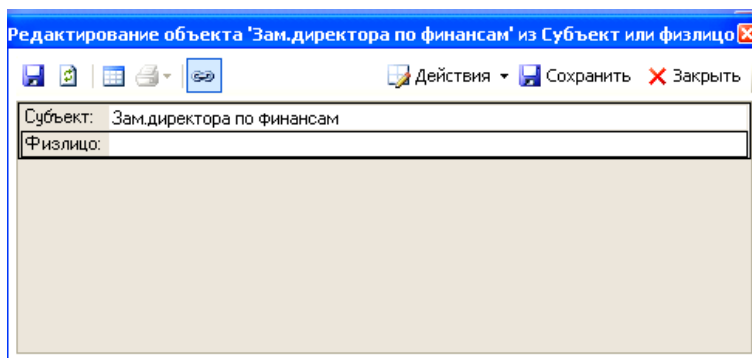

Рисунок 65 – Окно редактирования параметров (свойств) субъекта, контролирующего показателя
4.5.4. В окне свойств показателя в списке контролирующих лиц выделите должность *Зам. директора по финансам*. Используя кнопку выбора , откройте окно редактирования субъекта (рисунок 65).